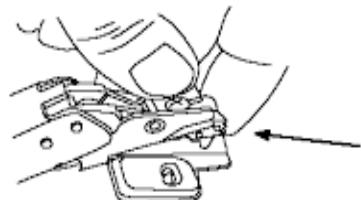

Fig. 8
3. Monte las bisagras en la puerta (Fig. 8). Asegure con los tornillos provistos. NO AJUSTE EXCESIVAMENTE LOS TORNILLOS DE MONTAJE DE LA BISAGRA. Use un destornillador Phillips para ajustar manualmente estos tornillos hasta que se traben.